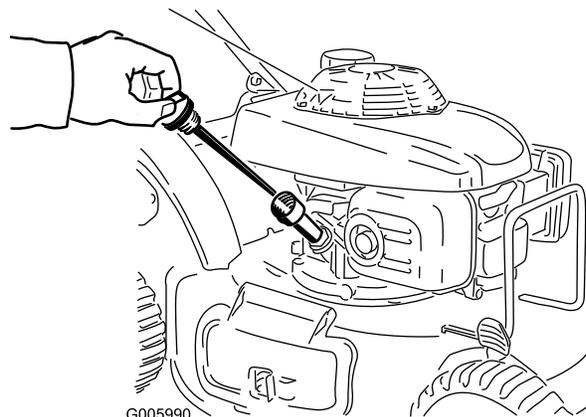

Figure 19
1. Retirez la jauge, essuyez-la sur un chiffon propre puis replacez-la dans le goulot de remplissage, **sans la visser** (Figure 19).
2. Sortez de nouveau la jauge et contrôlez le niveau d'huile (Figure 19).
S'il n'y a pas de trace d'huile sur la jauge, versez de l'huile **avec précaution** dans le tube de remplissage, en vérifiant régulièrement le niveau sur la jauge, jusqu'à ce que la jauge indique que le moteur est plein, comme illustré (Figure 19). **Ne remplissez pas excessivement.** (Remplissage max. \approx : 0,55 l (20 oz), type \approx : huile détergente SAE 30W de classe de service API SH, SJ, SL ou supérieure.)